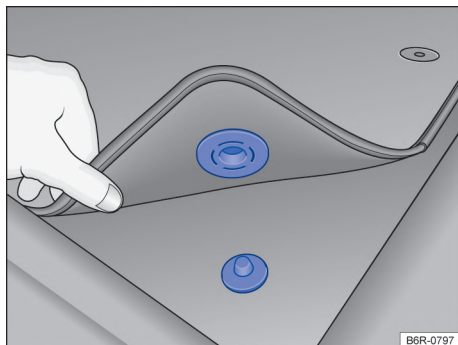

Fig. 22 Alfombra delantera del lado del conductor con fijación al perno de la alfombra.
- ✓ Acomodar bien la alfombra en la zona reposapiés del lado del conductor para que no obstruya la zona de los pedales. La alfombra delantera del lado del conductor con fijación al perno de la alfombra → **fig. 22**.